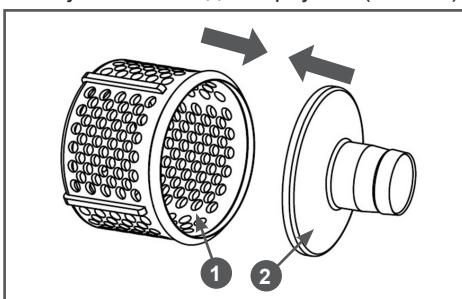

Рис. 12 Сборка всасывающего фильтра
- Соедините корпус 1 всасывающего фильтра и крышку 2 с патрубком (Рис. 12). Убедитесь, что крышка 2 всасывающего фильтра полностью защёлнулась на ободке корпуса 1 (Рис. 12).